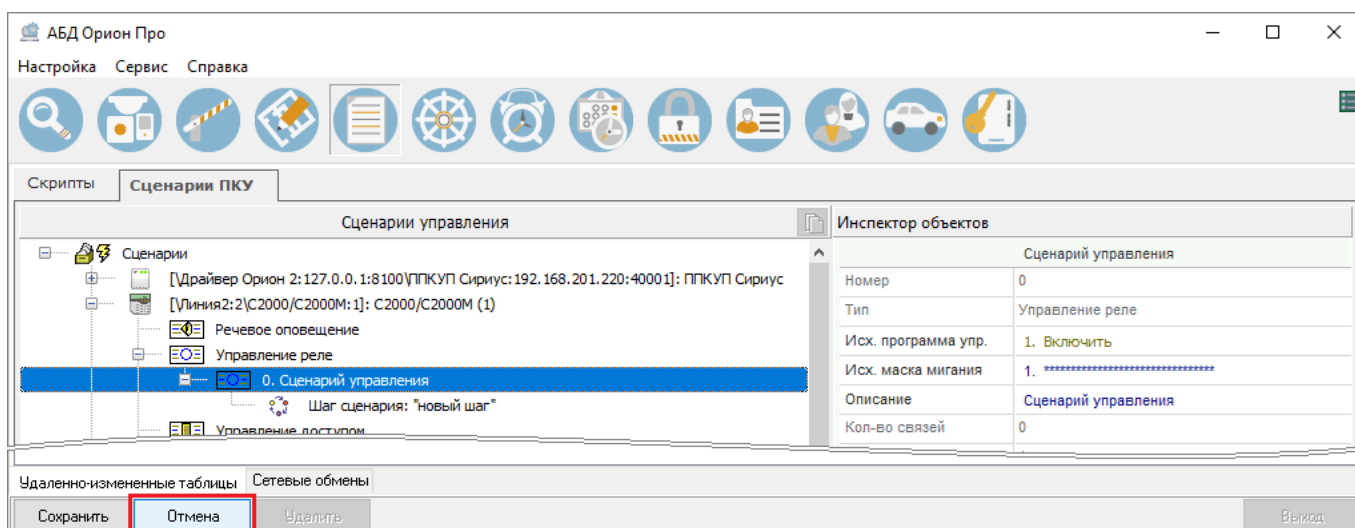

Рисунок 6-624 Выход из режима редактирования без сохранения изменений
- 2) Для выхода из режима редактирования без сохранения изменений нажмите кнопку «Отмена» (см. Рисунок 6-624) – все изменения, внесенные после перехода в режим редактирования, будут отменены.